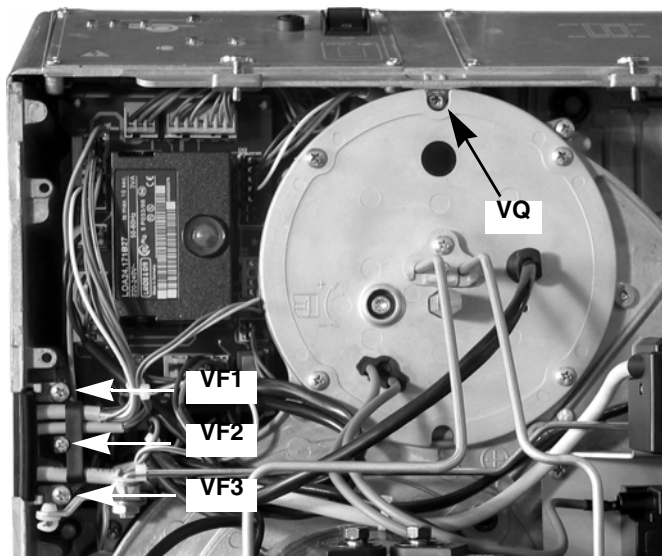

Fig. 37
- 1 Rimuovere la vite VQ che blocca il pannello al supporto testa del bruciatore (Fig. 37).
- 2 Rimuovere le viti VF1 e VF3 del gommino fermacavo; i cavi resteranno in sede perché trattenuti tramite il fermo fissato dalla vite VF2 (Fig. 37).